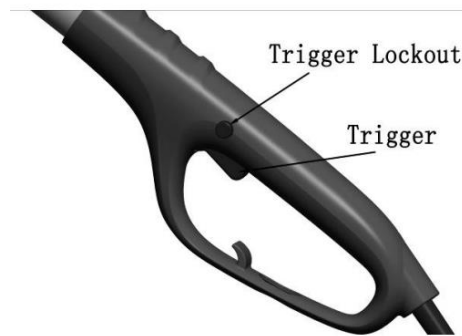

Figure 9
- Als je klaar bent om te zagen, druk je de vergrendeling in en haal je de trekker over (zie Afbeelding 9). Hierdoor wordt de paalzaag geactiveerd. Als u de trekker loslaat, wordt de motorzaag uitgeschakeld. Zorg ervoor dat de motorzaag draait voordat u met zagen begint